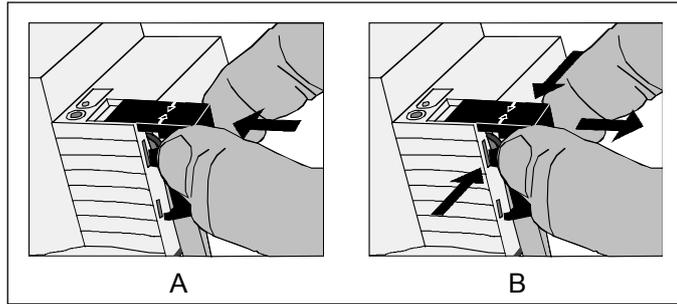

Рисунок 2: Установка / снятие защитного кожуха
- Установка защитного кожуха: Защитный кожух заводится за шинные клеммы (см. рис. 2.A), и фиксируется защелкиванием.
- Удаление защитного кожуха: Удаление защитного кожуха производится легким нажатием на него сбоку, и затем – вытягиванием его на себя (см. рис. 2.B).